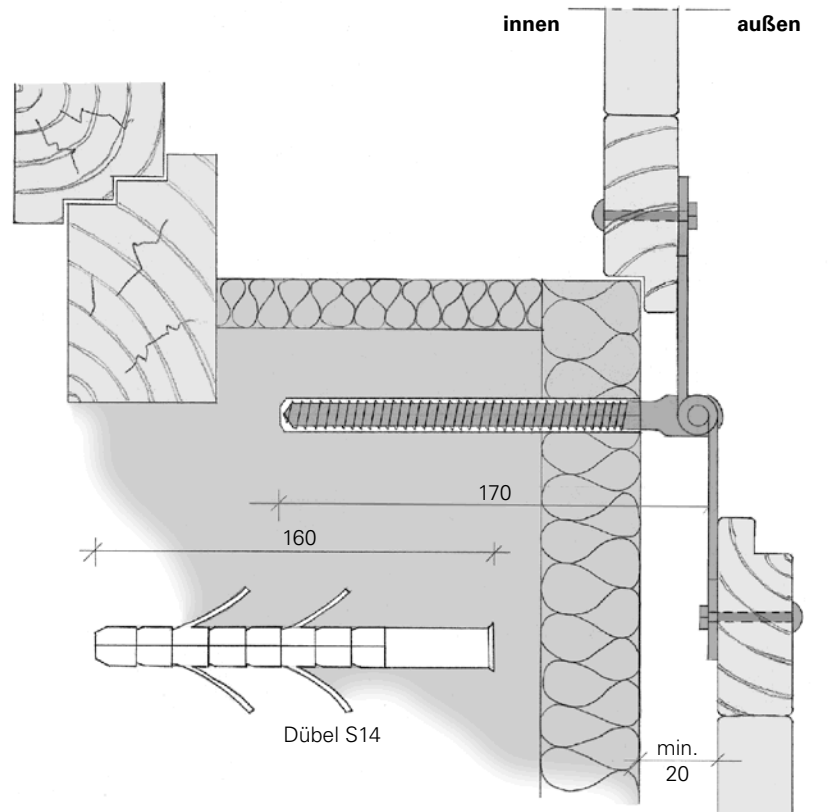

Abb. 1**Gekoppelte Laden hintereinander geschlagen**
- Zugleisten bei Figur 5 müssen nicht versetzt werden (siehe Abb. 1 A).